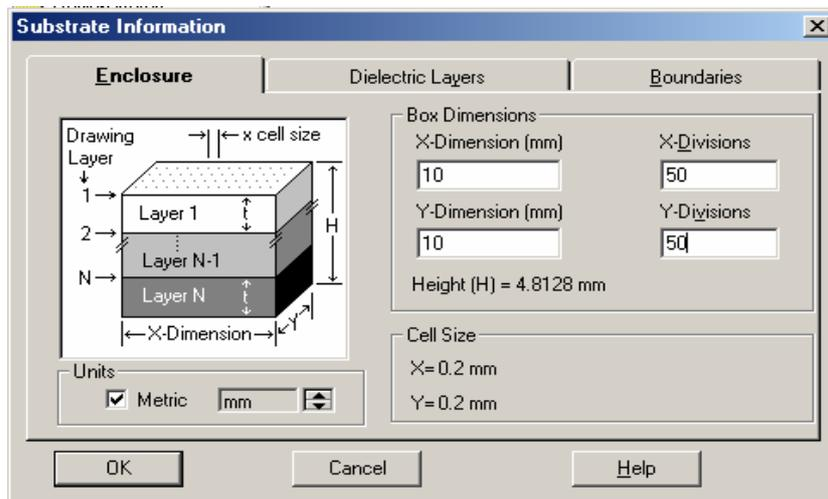

Рис. 2.1. Задание размеров корпуса и сетки деления по координатам
1. Нажмите два раза на **Enclosure** под **Integrate Filter** (под EM Structure) в дереве проекта. Появляется диалог информации о подложке (рис.2.1).